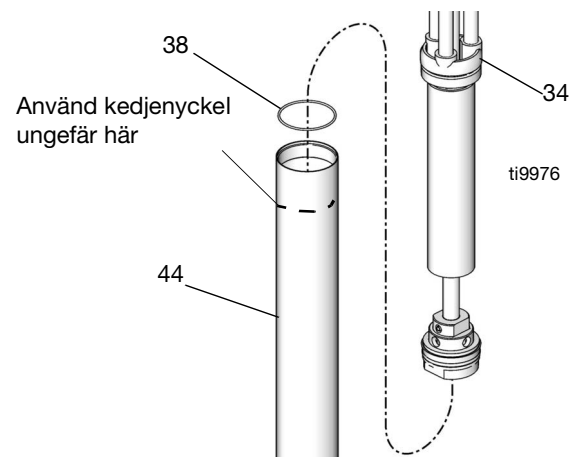

FIG. 18
6. Ta bort sugröret (44) från pumpen (34). Se FIG. 18.
7. Inspektera o-ringen (38) på pumpen och sugröret efter skador. Se FIG. 18.